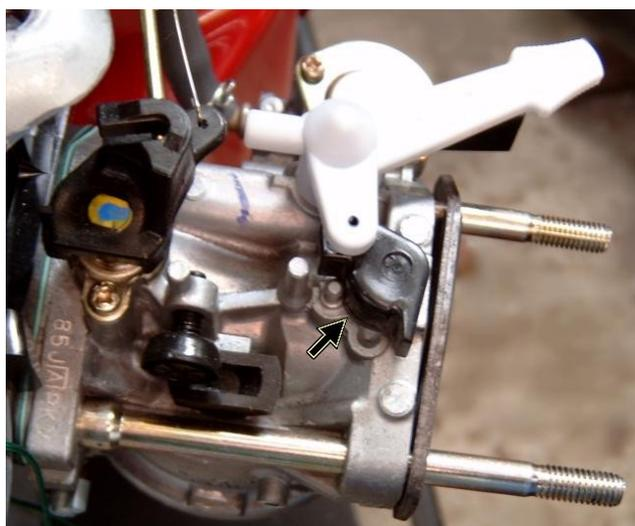

Рис.5 Кромка рычага воздушной заслонки.
- 3) Острым ножом срежьте аккуратно кромку рычага воздушной заслонки (кромка рычага показана стрелкой на рис.5), так чтобы заслонку можно было легко двигать.
- 5) Снимите ручной привод рычага воздушной заслонки (белый рычаг на рис.5) с карбюратора, а на его место поставьте пружину с тягой от электропривода. Потягивая за тягу соотнесите положение рычага воздушной заслонки и величину зазора воздушной заслонки. Запомните это положение рычага.